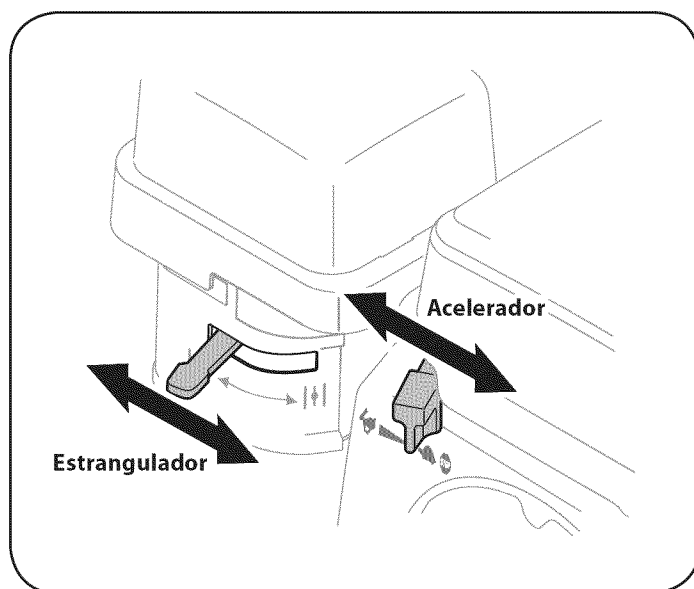

Figura 13
5. Mueva el control del acelerador a la posición de rapido . Vea la Figura 13.